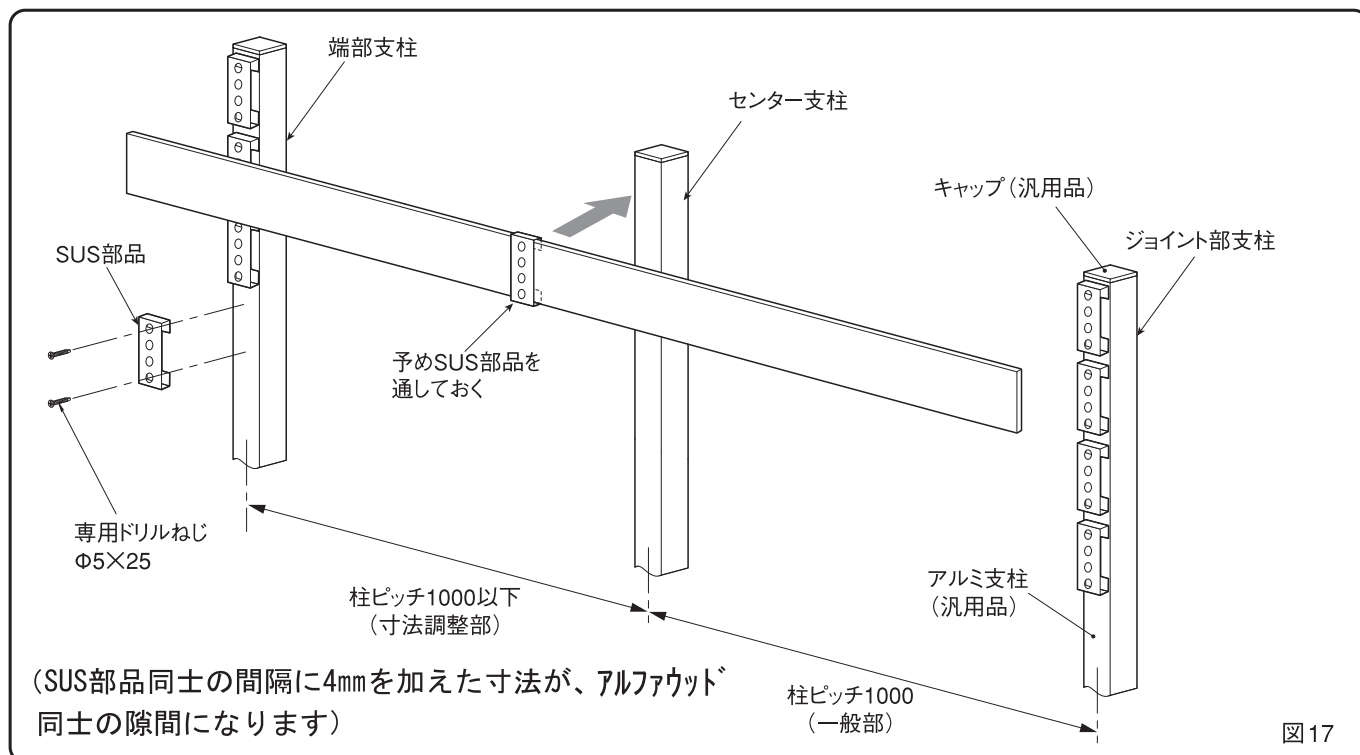

図17
このとき、一般部の支柱ピッチは必ず1,000mmを守ってください。なお寸法調整部のピッチは1,000mm以下としてください。(図17参照)
① アルファウッドのジョイント部・端部にあたる支柱に、SUS部品を2本の専用ドリルねじで固定します。
② 取付けるアルファウッドに予めセンター支柱用のSUS部品を通しておきます。(図17参照)